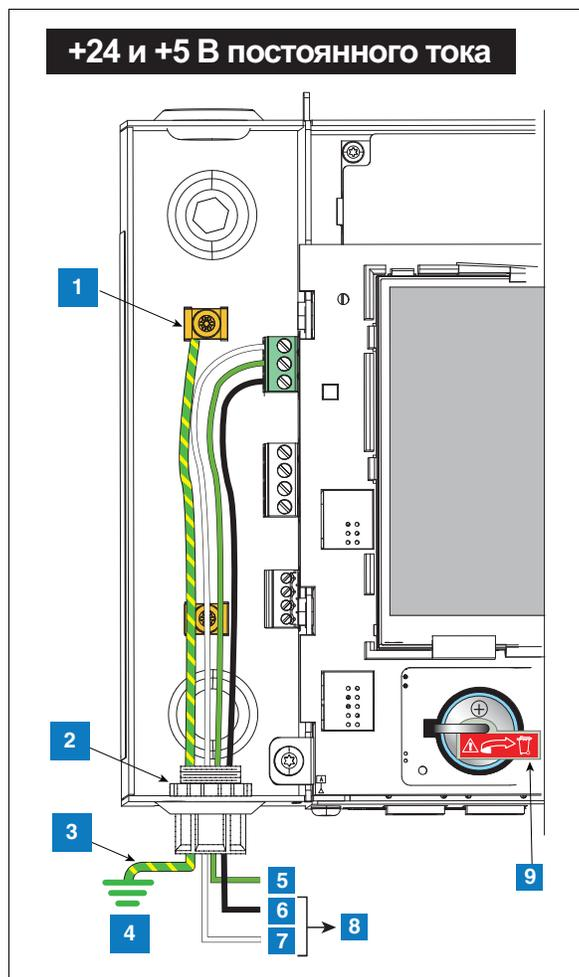

Рисунок 6. Подключение к консоли питания постоянного тока
3. Подключите входные провода питания постоянного тока, как показано на рис. 6.
СИСТЕМА НУМЕРАЦИИ НА рис. 6